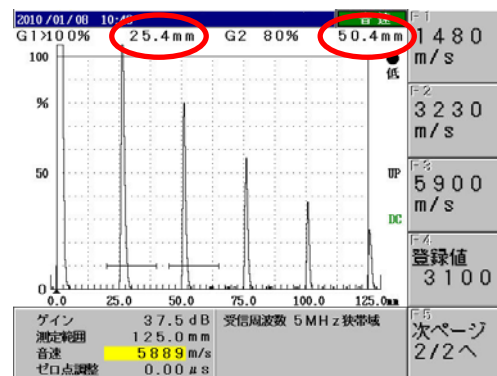

図5 測定範囲の調整
② キーを押すとFキーの表示が図5の右側のようにになる。キーを押して音速を5900m/sにする。
③STB-A1の25mm厚さの部分を用いて多重エコーを図5のように表示させる。
④次に、ゲート1をB1エコーに、ゲート2をB2エコーに掛けるように移動させる。
⑤B2エコー高さを80%として、キーを押し、次に  キーを使って、B1とB2のビーム路程差が丁度25.0mmになるように調整する。（図5参照）